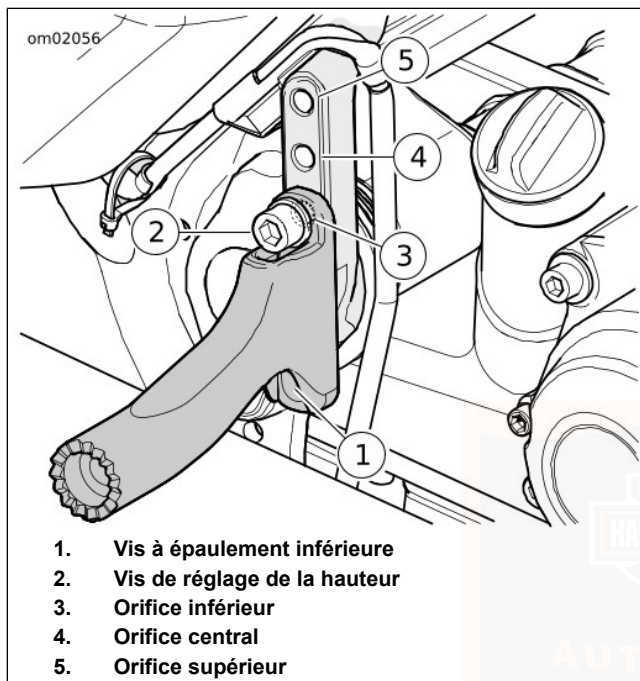

Figure 42. Réglage de la hauteur du marchepied (bras pivotant et marchepieds déposés)
Voir Figure 42. La vis à épaulement inférieure (1) ne doit normalement pas être retirée. Le bras de montage coulisse de bas en haut avec la vis à épaulement inférieure toujours en place. Si la vis à épaulement inférieure est retirée, la reposer et serrer à un couple de 5,4–8,1 N·m (48–72 in-lbs).
1. Retirer la vis de réglage de la hauteur (2).